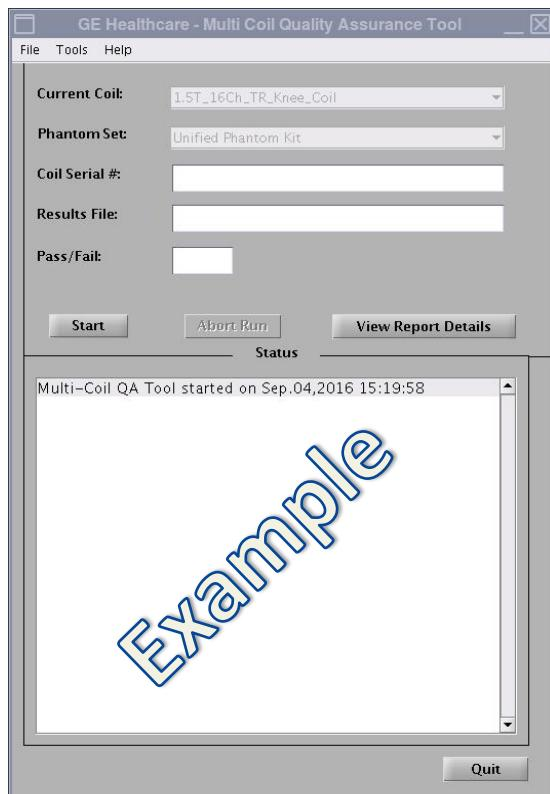

图 3
根据连接到 LPCA 的线圈的 CoilID，将自动填写当前线圈字段（图 3）。在 Coil Serial number（线圈序列号）字段中，输入正在测试的线圈的序列号。
2. 单击 [Start (开始)]，开始自动测试，如图 3 所示。根据测试位置的数量（线圈的复杂性），测试可能需要 3 到 5 分钟。